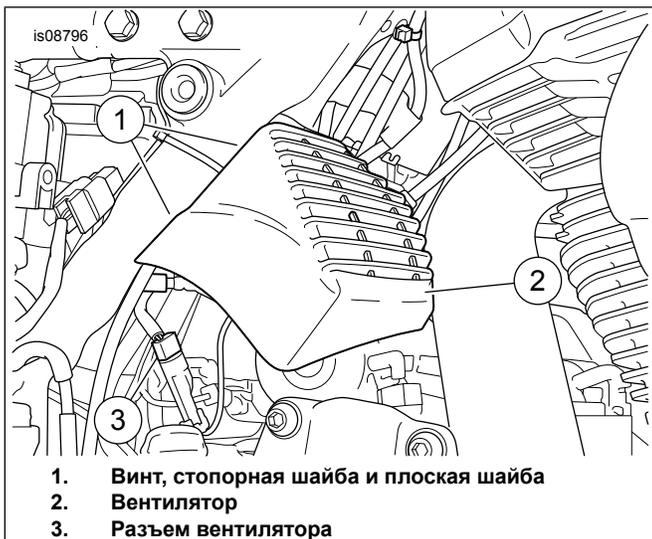

Рисунок 2. Установите вентилятор
- См. рис. 2.. Установите вентилятор в сборе. В зоне лотка аккумуляторной батареи установите винты (1), стопорную шайбу (2) и плоские шайбы (3). Затяните с моментом: